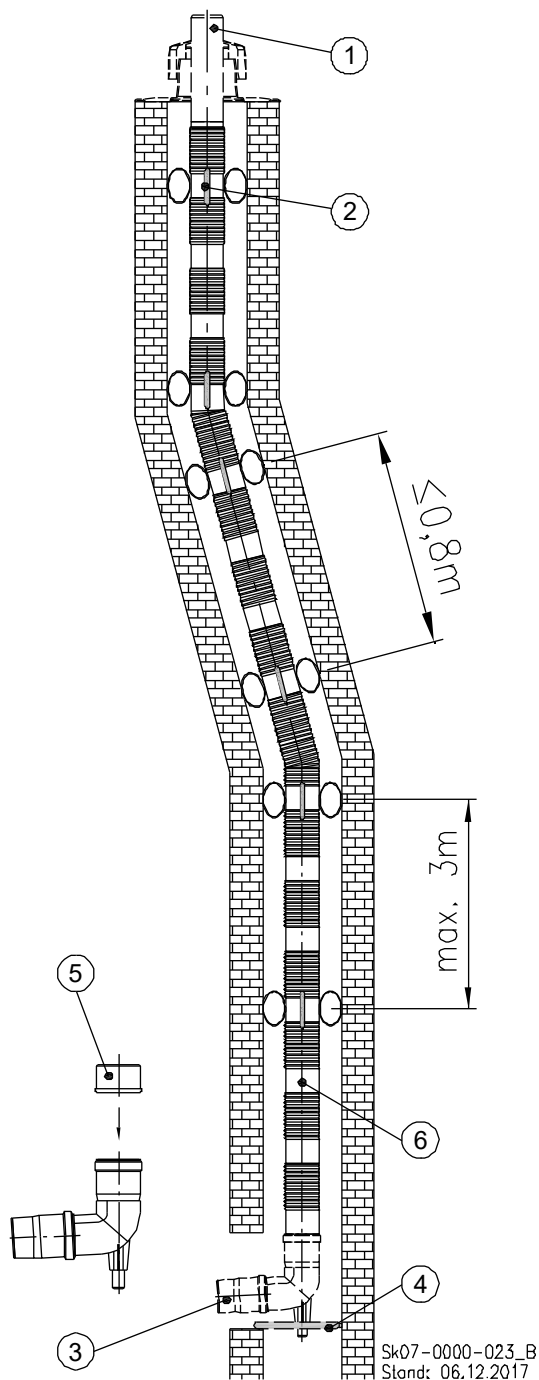
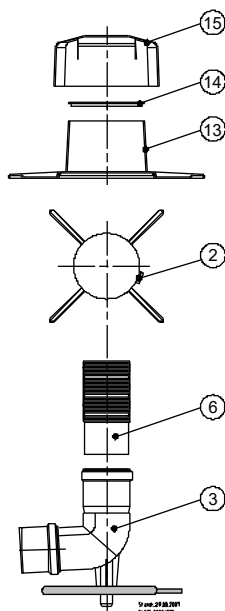

Abb. 61: Kaminsystem, flexibel
Abb. 63: Detail-Zeichnung Befestigung Schachtabdeckung
Legende zu Abb. 61:
- ➔ Säubern und entgraten Sie das Einsteckende des Abgasrohrs ⑥ (s. Abb. 61).
- ➔ Reiben Sie das Einsteckende des Abgasrohrs ⑥ mit säurefreiem Gleitmittel ein.
- ➔ Stecken Sie das sichtbare glatte Ende des Abgasrohrs ⑥ in den auf dem Auflager sitzenden Stützbogen ③.
Legende zu Abb. 63:
②	Abstandhalter
③	Stützbogen mit Auflager
⑥	Flexibles Abgasrohr
⑬	Unterteil der Schachtabdeckung
⑭	Flexrohrklemme
⑮	Abdeckhaube
- ➔ Schieben Sie als erstes das Unterteil der Schachtabdeckung ⑬ (s. Abb. 63) über das Leitungsende Abgasrohr ① (s. Abb. 61).
- ➔ Spreizen Sie die Flexrohrklemme ⑭ auf.
- ➔ Schieben Sie die aufgespreizte Flexrohrklemme über das Leitungsende bis zum Unterteil der Schachtabdeckung ⑬.